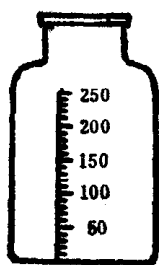

图 8
(1) 在大口玻璃瓶外侧贴一条白纸。
(2) 用实验室的量筒，每次向大口玻璃瓶里倒入50ml水，每倒入50ml水，在白纸条上对准液面的凹面下边记一个记号，并相应地标上数值，如图8所示。